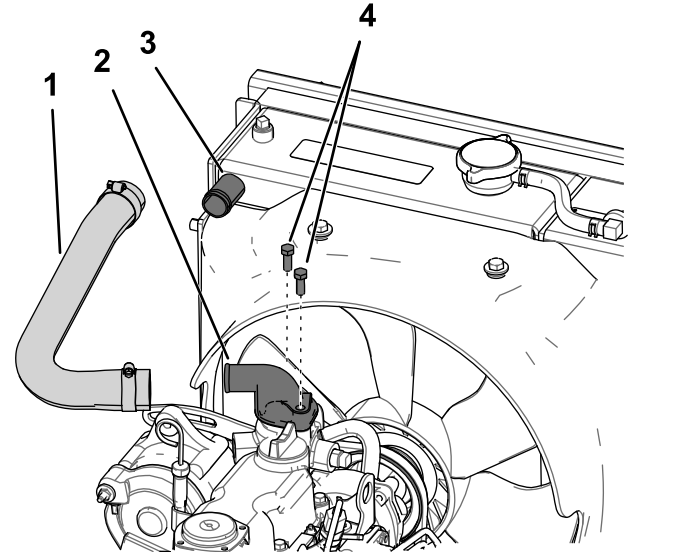

Рисунок 8
3. Совместите прокладку и выпускной патрубок с монтажными отверстиями и отверстием в верхней части двигателя так, чтобы угловой конец выпускного патрубка был обращен на правую сторону машины (Рисунок 8).
6. Подсоедините верхний конец шланга радиатора к прямому выпускному патрубку на радиаторе и затяните шланговый хомут (Рисунок 8).